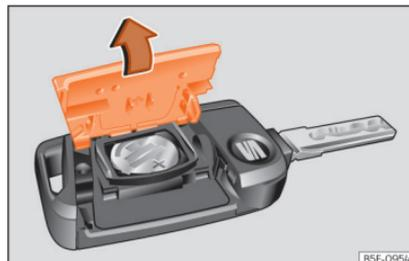

Abb. 87 Fahrzeugschlüssel: Deckel des Batteriefachs öffnen.
- Abdeckung auf der Rückseite des Fahrzeugschlüssels »» **Abb. 87** in Pfeilrichtung abnehmen »» ❶.
- Abdeckung wie gezeigt ansetzen »» **Abb. 87** und entgegen der Pfeilrichtung auf das Fahrzeugschlüsselgehäuse drücken, bis sie einrastet.